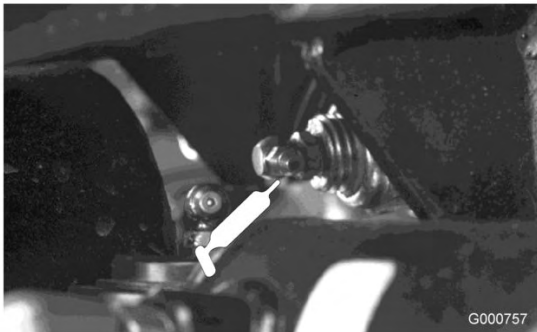

Bild 48
- Hinterachsen-Drehbüchsen (Bild 48)